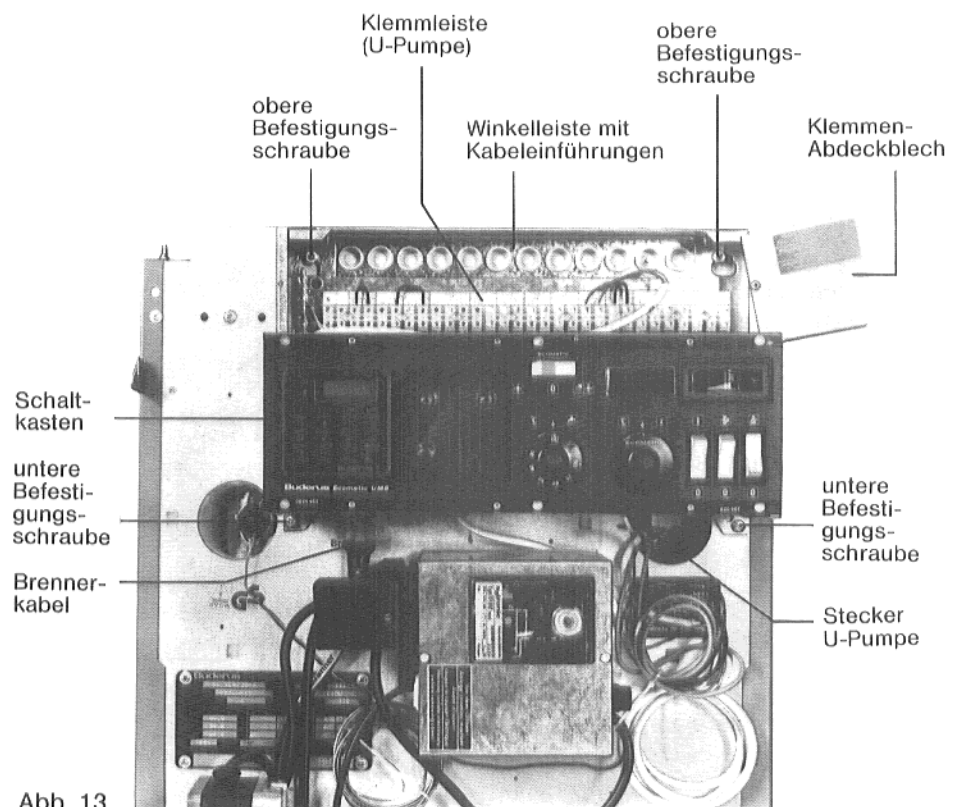

Abb. 13
- Klemmen-Abdeckblech am Schaltkasten abschrauben (Abb. 13).
- Schaltkasten einhängen (Abb. 13).
- Schaltkasten mit unteren Befestigungsschrauben an der Zwischenwand anschrauben (Abb. 13).
- Obere Befestigungsschrauben fest anschrauben (Abb. 13).